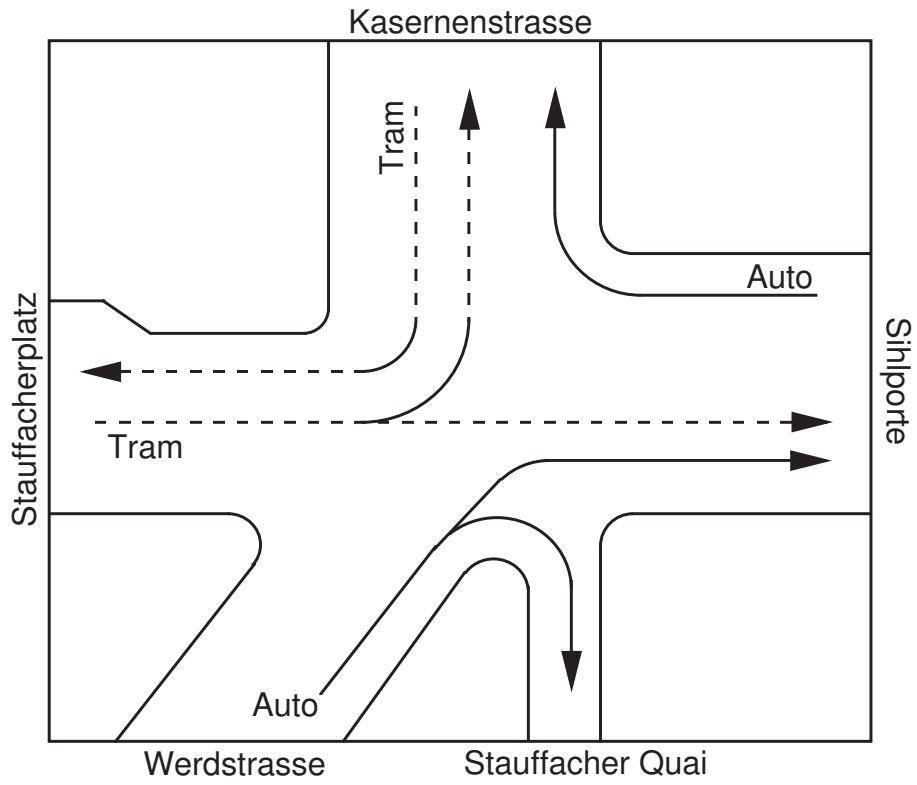

Abbildung 3: Grünlichtkombination 1.
- Abbildung 3 zeigt die erste Grünlichtkombination. Die Trams vom Stauffacherplatz und von der Kasernenstrasse haben grün, ferner die Autofahrspuren von der Werdstrasse Richtung Stauffacher Quai und Sihlporte und die Rechtsabbieger von der Sihlporte.
Z1	Grünlichtkombination 1 (Abb. 3)